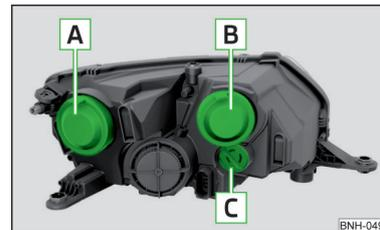

Abb. 184
Glühlampenanzordnung » Abb. 184
- › Die Schutzkappe **A** » Abb. 184 auf Seite 161 abnehmen.
- › Die Schutzkappe **A** » Abb. 184 auf Seite 161 einsetzen.
- › Die Schutzkappe **B** » Abb. 184 auf Seite 161 abnehmen.
- › Die Schutzkappe **B** » Abb. 184 auf Seite 161 einsetzen.